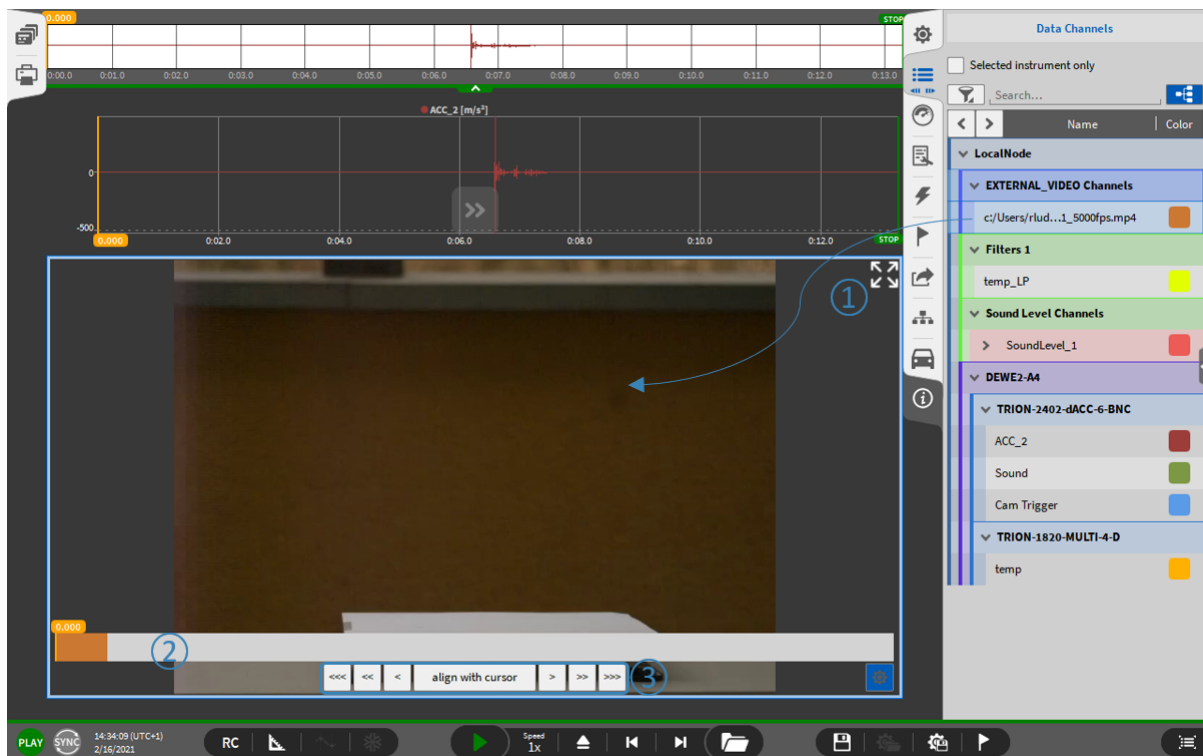

Abb. 7.169: Manuelle Verzögerungskompensation zwischen Video- und Sensordaten
1. Gehen Sie zum Messbildschirm und ziehen Sie den externen Videokanal auf den Messbildschirm ab (siehe ① in Abb. 7.169). Dadurch wird ein Videoinstrument mit dem entsprechenden Video erstellt.
- Die Zeitleiste zeigt die tatsächliche Position des Videos in der OXYGEN-Datendatei (siehe ② in Abb. 7.169)
2. Die Tasten (siehe ③ in Abb. 7.169) können verwendet werden, um die Position des Videos in der Datendatei zu ändern